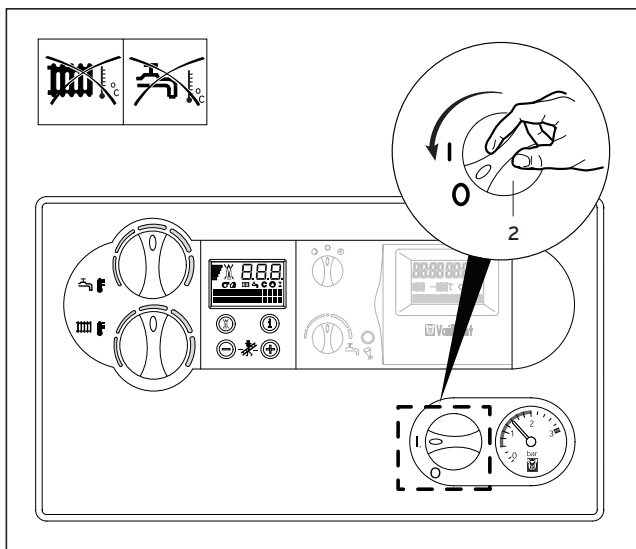

Abb. 3.20 Vollständige Außerbetriebnahme
- Drehen Sie hierzu den Hauptschalter (2) auf die Stellung „0“ (Abb. 3.20).